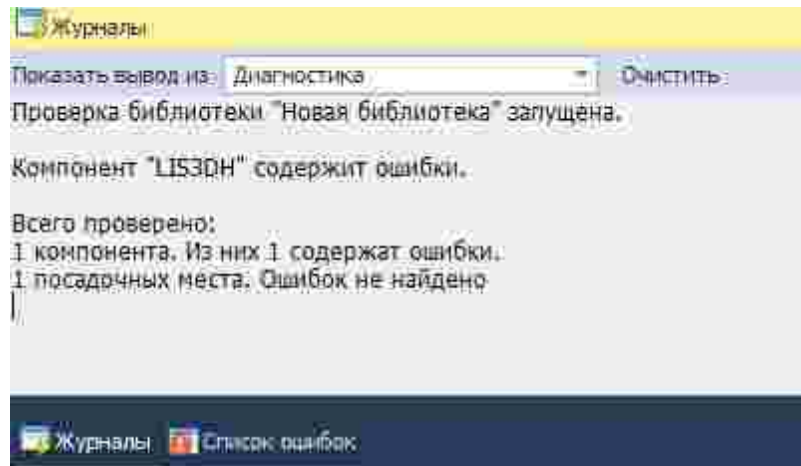

Рис. 15 Отображение выявленных ошибок в панели «Журналы»
3. Ошибки, найденные в ходе проверки библиотеки, будут отображены с пояснительными комментариями в панели «Журналы», см. Рис. 15.